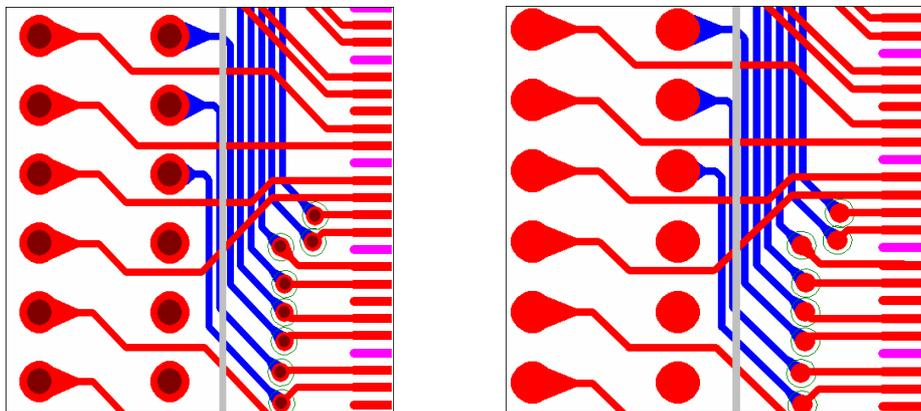

图 7-14 勾选“显示钻孔”复选框的前、后对比
4) 显示钻孔:勾选该复选框后,PADS 显示所有钻孔焊盘内径,否则以实心显示,如图 7-14 所示。快捷键是<DO+Enter>。